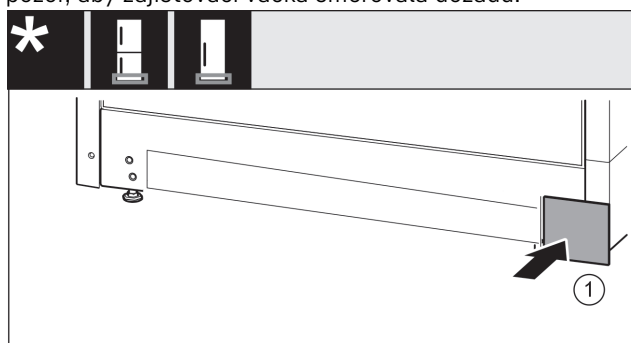

Fig. 49
- Kryt Fig. 49 (1) opět nasadte na druhé straně.